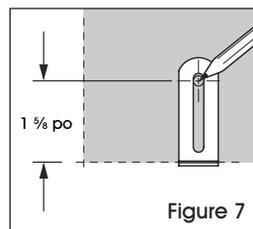

Figure 7
2. Retirer le tableau et marquer le mur à 4 cm (1 5/8 po) du bas des supports en équerre. (Voir Figure 7)